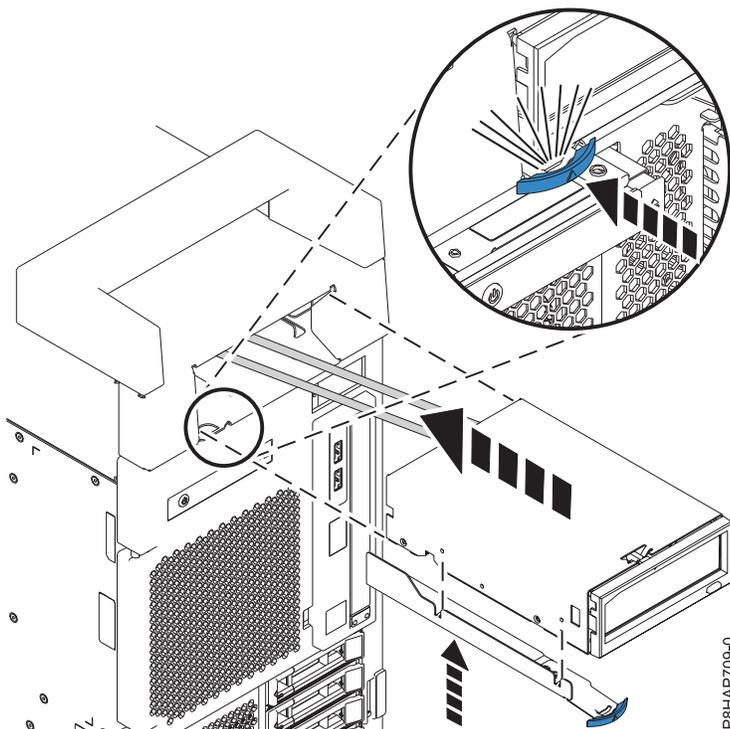

Abbildung 64. Installieren der internen RDX-Andockstation
4. Schieben Sie die Einheit in das System und drücken Sie die Verriegelung in die dargestellte Richtung, bis sie einrastet. Siehe Abb. 64.